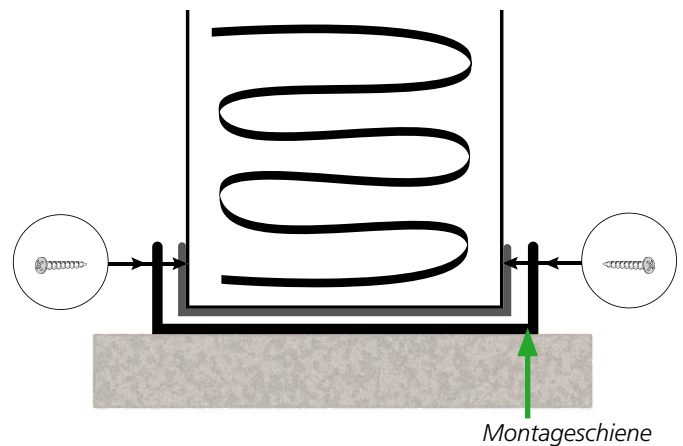

Abbildung 1. Installation der Montageschiene
- Montageschienen: U-Profil zur Montage an der Gebäudestruktur, siehe Abbildung 1.